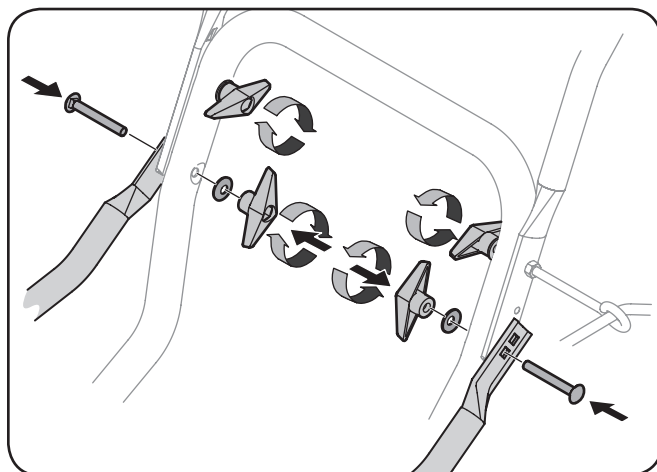

Figura 3-15
5. Sujete la manija superior, los tubos de soporte y la manija inferior con las dos tuercas de mariposa y los pernos del carro que se retiraron antes. Apriete las dos tuercas de mariposa ya instaladas en los orificios superiores para sujetar firmemente la manija superior y los tubos de soporte. Vea la Figura 3-15.